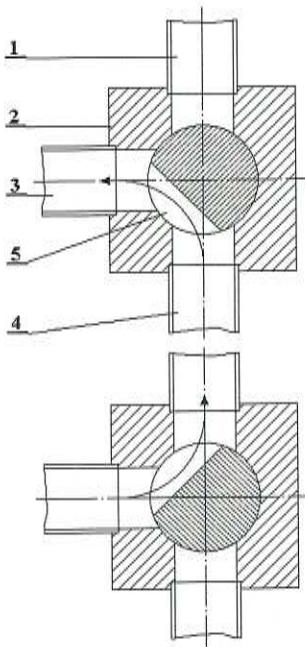

Рис.3. Поворотный кран.
Если краны и цилиндры установлены правильно, то, подняв коромысло (15, рис.1) вверх пальцами рук до упора (ход 34-36 мм) и отпустив, пружины (16) возвратят коромысло вниз со стуком без заедания. В этом случае золотник (5, рис.3) крана поворачивается свободно и поворотный механизм (11, рис.1, расположенный под плитой) установки нигде не заедает.